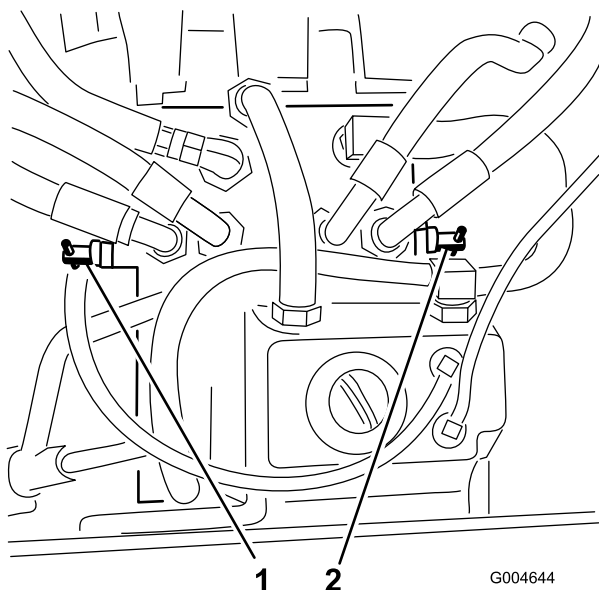

Figura 35
3. Girate ogni valvola di bypass di un giro in senso antiorario (Figura 35).
Girate ogni valvola di by-pass di un giro in senso orario e serratela (coppia 8 Nm circa) (Figura 35).